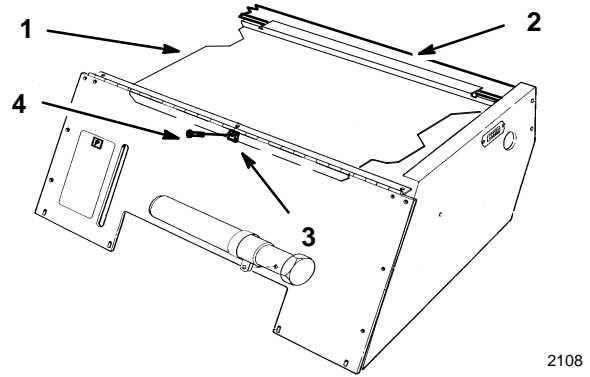

Figure 12
1. Basculer le siège et retirer le boulon central (Fig. 12).
2. Dégager le bord arrière du protège-courroie de l'arrière de l'ouverture (Fig. 12).
3. Soulever le protège-courroie pour l'enlever (Fig. 12).
2. Emboîter le bord arrière du protège-courroie dans l'arrière de l'ouverture (Fig. 12).
3. Visser le boulon central dans l'écrou rapide et le protège-courroie (Fig. 12).